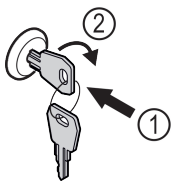

Fig. 105
- ▶ Пъхнете ключа Fig. 105 (1).
- ▶ Завъртете го на 90° по посока на часовниковата стрелка Fig. 105 (2).